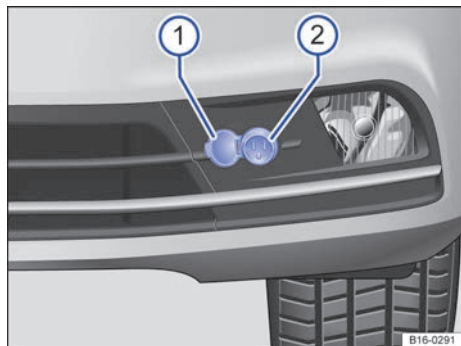

Fig. 116 En el paragolpes delantero: toma ② para el pre calentamiento del motor.
- Abra la caperuz de protección → fig. 116 ①.
- Acople el cable de conexión a la toma ②.
- Antes de poner el motor en marcha, retire siempre el cable de conexión de la toma del vehículo y cierre la caperuz de protección ①.